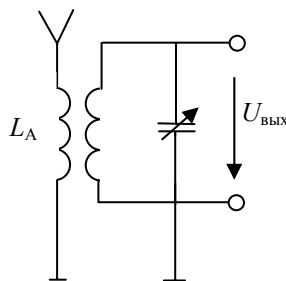

Рис. 4.13
4.2.15. Входной контур радиоприемного устройства средневолновой радиостанции (рис. 4.13), настроенный на частоту  $f_0 = 2 \cdot 10^6$  Гц, имеет добротность  $Q = 100$ . На антенну воздействуют одновременно полезный сигнал с  $f_c = 2 \cdot 10^6$  Гц и помеха с  $f_n = 2,05 \cdot 10^6$  Гц. Амплитуда сигнала в антенне в два раза больше амплитуды помехи. Определить, во сколько раз  $U_{m \text{ вых.с}}$  полезного сигнала больше  $U_{m \text{ вых.п}}$  помехи.